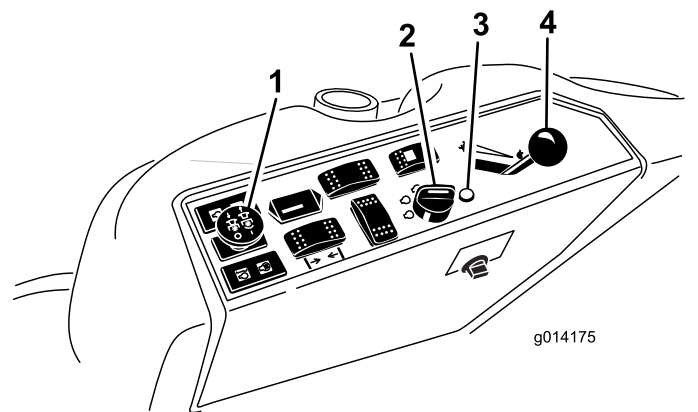

Figura 21
4. Desloque o interruptor da tomada de força para a posição DESLIGAR (Figura 21).
5. Mova a alavanca do acelerador para o meio entre a posição RÁPIDO e a posição LENTO (Figura 21).